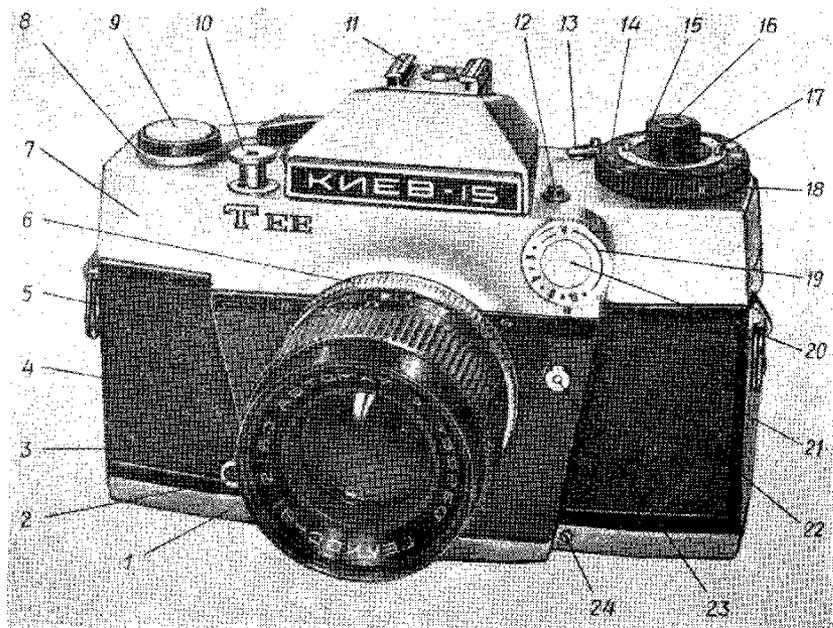
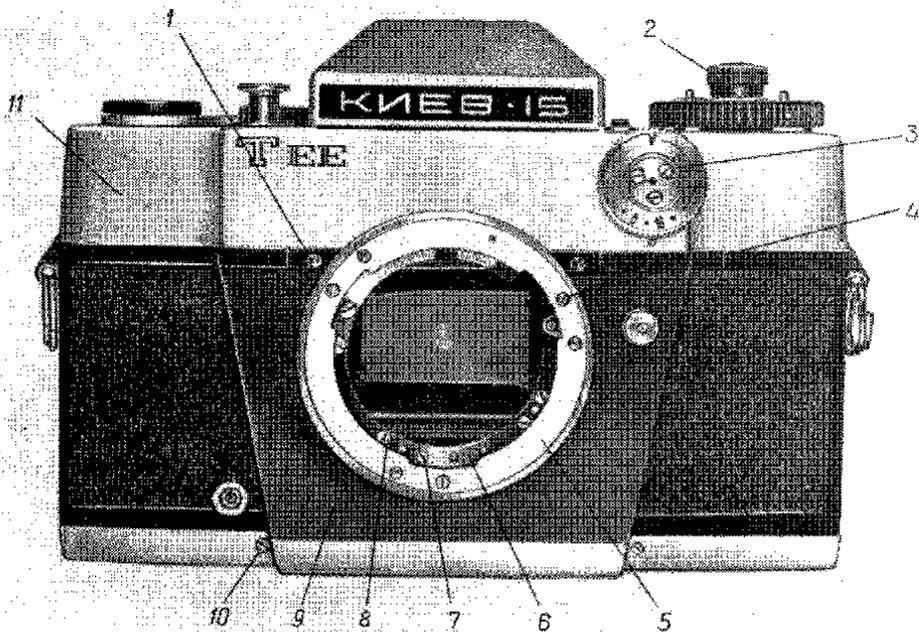
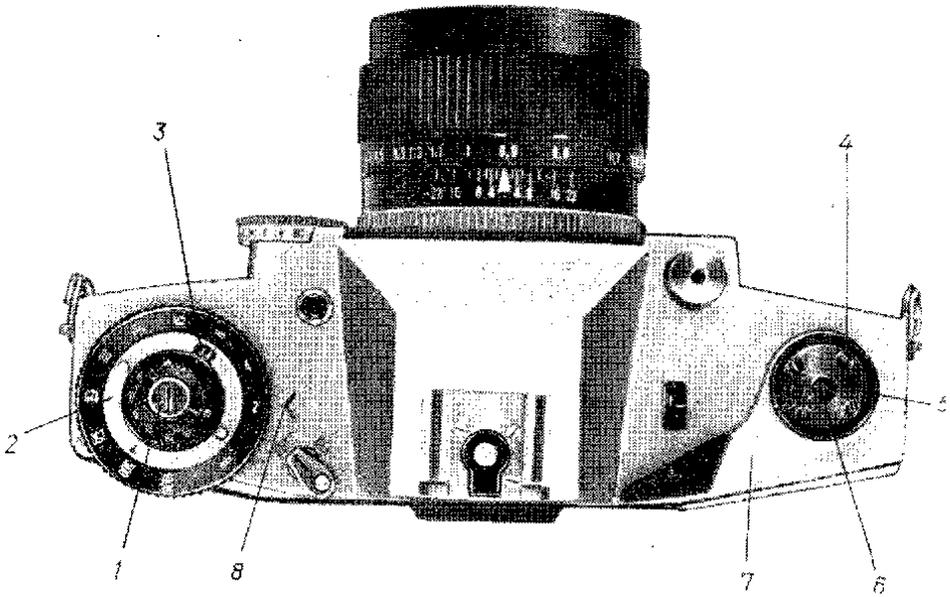

Рис. 1. Фотоаппарат «Киев-15»:
Рис. 4. Фотоаппарат без объектива:
Рис. 5. Фотоаппарат без заглушек:
6.50. Установить рабочую верхнюю крышку 7820-4346. Установить нижнюю крышку 1 (рис. 1) на корпус камеры, в крышку вставить батарею 1 (рис. 76) с напряжением 1,3V и установить на байонет камеры объектив «Гелиос-81».
Выставить значение диафрагмы «22» шкалой 19 (рис. 1) ручной наводки, при этом блокировки спуска затвора не должно быть.
Установить рычаг 14 (рис. 3) в положение ВЫКЛЮЧЕН. Установить выдержку 1/30 с, чувствительность пленки 32 ед. ГОСТ, светосилу 1,4. При нажатии на пята 12 (рис. 1) стрелка гальванометра должна отклониться не менее чем на значение диафрагмы «5,6». При необходимости подобрать сопротивление R3.
6.58. Для подбора резисторов R1 и R2 необходимо отпаять два провода 5 (рис. 76) от платы 4 и два провода 8 от платы 6 блока резисторов. Отвинтить два винта 2 (рис. 18) и снять плату 6 (рис. 76) с механизма выдержек. Вместо снятой платы 6 подключить два магазина сопротивления P-33 согласно схеме рис. 76 и 77, для этого четыре провода, идущие от магазина сопротивления, подпаять к камере. Из них два провода соответственно подпаять к плате 6 (рис. 76) в точках отпайки проводов 5 и два провода подпаять к проводам 8, идущим от гальванометра. Провод, идущий к R3, отключить от магазина сопротивления P-33. Установить рычаг 14 (рис. 3) в положение ВКЛЮЧЕН. Подобрать резисторы R1 согласно п. 6.55 и R2 согласно п. 6.56. Подобранные резисторы подпаять к плате 6 согласно рис. 76 взамен негодных. Отключить от магазина сопротивления провод, идущий к R1 и R2, а на его место включить провод, идущий от R3. Отключить рычаг 14 (рис. 3), нажать на пята 12 (рис. 1) и подобрать резистор R3 согласно п. 6.57. Подобранный резистор R3 подпаять к плате 6 (рис. 76) взамен негодного.
6.62. Снять камеру с коллиматора, не снимая верхней рабочей крышки и приспособления 7821-4485 А. Вращая шкалу 19 (рис. 1), проверить угол поворота подвижного кольца 3 (рис. 27) подшипника, устанавливая различные значения диафрагмы согласно таблице 3.
6.63. Регулировку значений диафрагмы с углом разворота подшипника производить разворотом шкалы 19 (рис. 1) относительно индекса, предварительно освободив три винта 3 (рис. 4). Винты закрутить после регулировки.
6.66. Установить кожух 9 (рис. 4) на плату автоматики и закрепить его шестью винтами 1. В закрепленном виде кожух должен плотно облегать плату автоматики, не вызывая деформаций. Быть ниже опорной плоскости объектива и не заклинивать подвижные детали механизма автоматики.
6.68. Нижнюю крышку 1 (рис. 1) закрепить семью винтами 24 к корпусу камеры. Проверить работу поводка 6 (рис. 16). При отводе поводка вниз и нажмем на него должна открыться задняя крышка.
6.73. Снять рычаг взвода, шкалу диафрагм 19 (рис. 1) и шкалу выдержек 15 (рис. 17) согласно пп. 4.2-4.4. Закрепить механизм выдержек 1 (рис. 18) третьим винтом 20, который был снят в п. 4.5. Почистить внутренние стенки верхней крышки 7 (рис. 1), смазать шток смазкой ОКБ-122-7. Установить верхнюю крышку 7 (рис. 1) на корпус. Закрепить крышку на корпусе четырьмя винтами 4 (рис. 4), не сбивая положения шестерней механизма выдержек (выдержки 1/2 с, чувствительность пленки 32 ед. ГОСТ, светосила 1,4).
6.75. Установить шкалу 19 (рис. 1) на автоматику так, чтобы значение шкалы «А» было напротив индекса на крышке, и закрепить тремя винтами 3 (рис. 4).
6.76. Установить рычаг 7 (рис. 5) совместно с крышкой 5 и закрепить винтом 6. Проверить взвод затвора. Он должен быть плавным, без заедания. Завинтить заглушки 9 (рис. 1) и 20 до упора.
6.77. Проверить рабочий отрезок $44 \pm 0,02$ мм (расстояние от опорной плоскости объектива до плоскости полозков фильмового канала) согласно п. 6.44. Если необходимо исправить размер рабочего отрезка, снять кожух 5 (рис. 1), отвинтить пять винтов 15 (рис. 14), снять байонет 13. Отрегулировать рабочий отрезок прокладками 8.680.134, 8.680.135 и 8.680.136, расположенными под байонетом 13. Закрепить байонет на корпусе винтами 15 до упора. Установить снятый кожух на место.